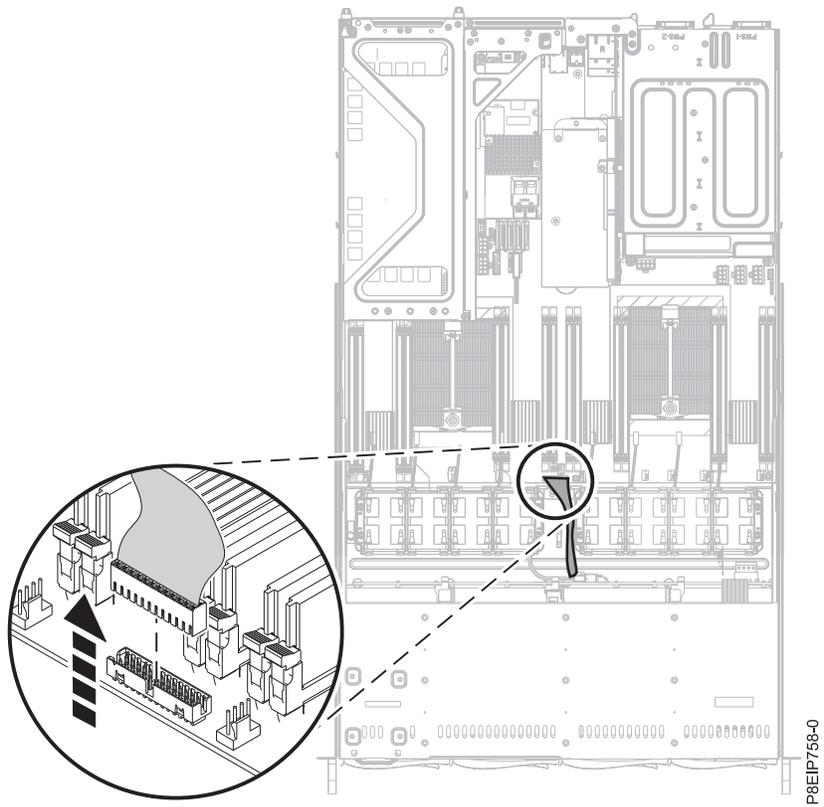

Abbildung 48. Kabel der Steuerkonsole entfernen
9. Entfernen Sie das Kabel der Steuerkonsole von der Systemrückwandplatine (siehe Abb. 48 auf Seite 47).